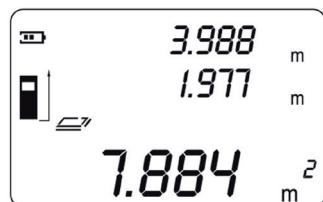

Fig. 10
- Nuovamente premere il tasto "Read" per visualizzare l'area nell'ultima riga in basso sul display; allo stesso tempo la larghezza sarà indicata nella seconda riga (fig. 10).